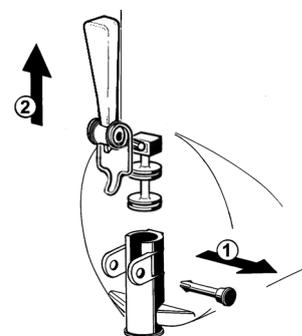

**figure 9**
**4** Enlever le joint d'étanchéité du réservoir de son siège (voir figure 9).